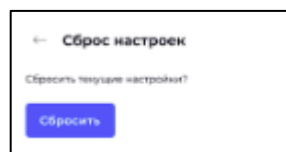

Рисунок 20 – Форма «Сброс настроек»
- «Сброс настроек» – открыть форму «Сброс настроек» для сброса текущей настройки манипулятора. Для подтверждения сброса настроек нажмите «Сбросить» (Рисунок 20);